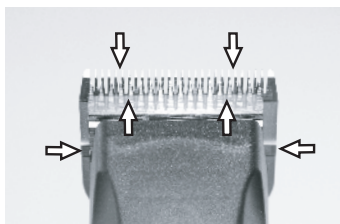

Fig. 24
Una goccia di olio sui pettini superiore ed inferiore è indispensabile per ottenere un buon risultato nella tosa e pure per conservare più a lungo e in ottimo stato la tosatrice (Fig. 24).
- ▶ Lubrifici sufficientemente i pettini durante la tosa (almeno ogni 15 minuti), di modo che non si secchino mai (Fig. 24).
I rasoi devono essere lubrificati prima, durante e dopo ogni uso. Se i pettini rilasciano striature, è necessario lubrificarli. Applichi qualche goccia di olio sopra e ai lati dei pettini (v. frecce fig. 24). Levi le gocce in eccedenza con un panno morbido e asciutto. Degli aerosol lubrificanti non contengono abbastanza olio per una buona unzione, ma sono utili al raffreddamento dei pettini. Cambi immediatamente i pettini difettati o scheggiati per evitare di ferirsi.